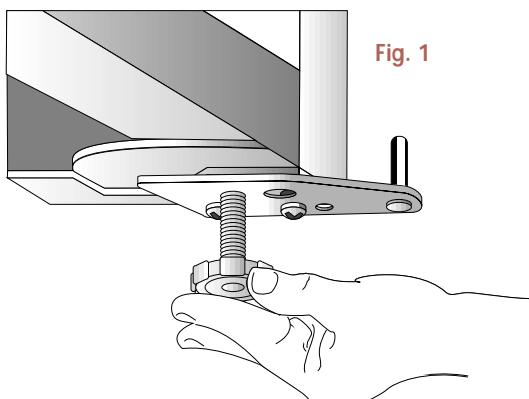

Fig. 1
③ Accostare l'apparecchio fino a che i fianchi tocchino il muro.
④ Pulire le parti interne (vedi pag. 28).
⑤ Equilibrare l'apparecchio per mezzo dei piedini anteriori regolabili (Fig. 1).
③ Push the appliance until its sides touch the wall
④ Clean the internal parts (see page 28).
⑤ Balance the appliance using the adjustable front feet (Fig. 1).
- 5 Das Gerät mit den vorderen Verstellfüßen ebnen (Abb. 1).
- 5 Mettre l'appareil de niveau au moyen des pieds antérieurs réglables (Fig. 1).
- 5 Equilibrar el aparato mediante los pies anteriores regulables (Fig. 1).
- 5 Equilibre o aparelho servindo-se para tal dos pés anteriores reguláveis (Fig. 1).